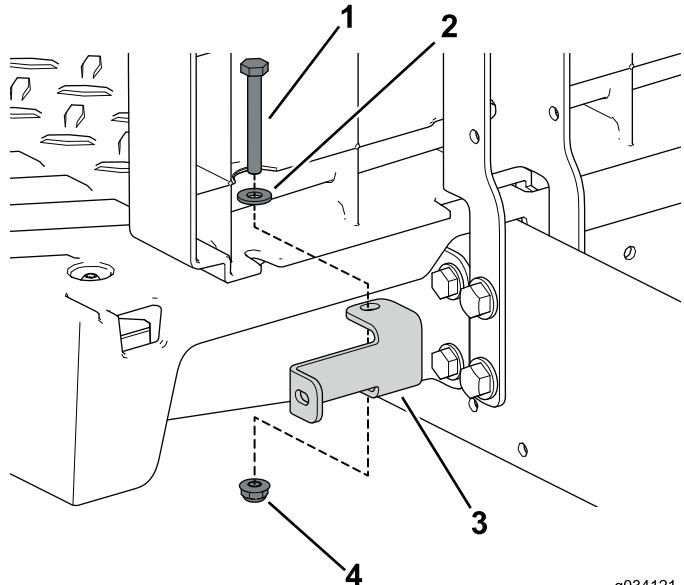

**Bild 86**
mit Scheiben ( $\frac{1}{4}$ " x  $\frac{1}{2}$ ") an der linken und rechten Sitzstütze (Bild 86).
6. Befestigen Sie die hintere Platte mit den fünf Schrauben (Nr. 10 x  $\frac{1}{2}$ ") an der abgewinkelten Stützhalterung und den Sitzstützen (Bild 86).